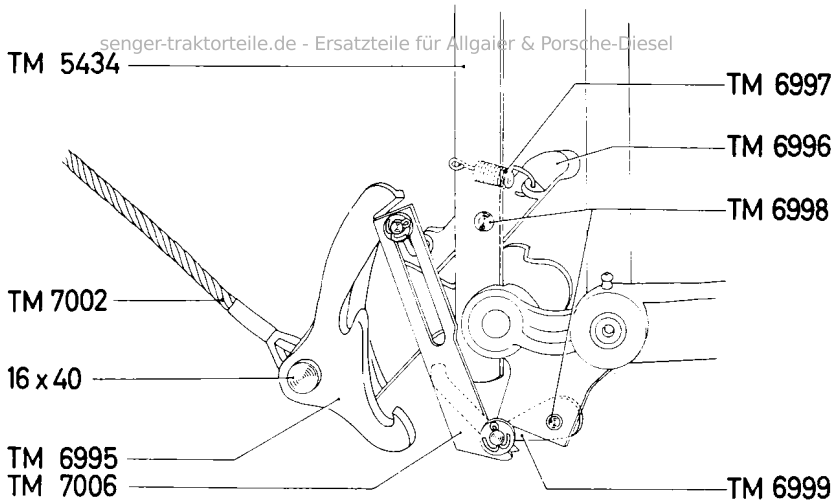

Abb. 1
2. Die kpl. Schaltung TM 22 105, bestehend aus der Schaltklinke TM 6996, der Schaltleiste TM 7006, der Halteklinke TM 6999 und der Zugfeder TM 6997 wird mit den 2 Schraubbolzen TM 6998 in die freien Gewindepöcher am Handhebel sowie am Aufzugarm befestigt (Abb. 1).